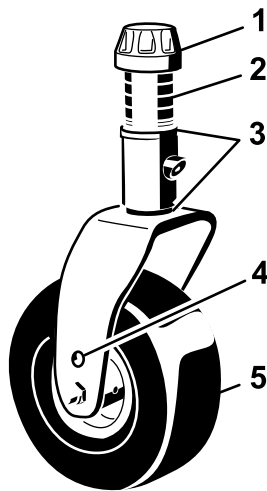

Figura 20
3. Poziționezi axele rotelor în aceleași orificii în ambele furci ale rotelor (Figura 20).
4. Îndepărtați capacul de tensionare de pe arborele axului (Figura 20) și glisați axul în afara braului rolei.